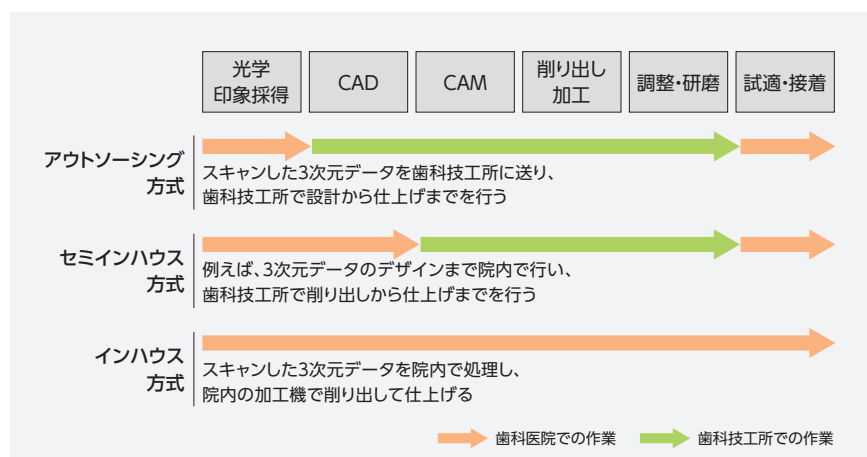

図2 光学印象採得後からセットまでの方式のイメージ。
**井上** 具体的には図2のようなイメージです。アウトソーシング方式は光学印象採得のデータを受け取った歯科技工所が仕上げまで行う方式。歯科